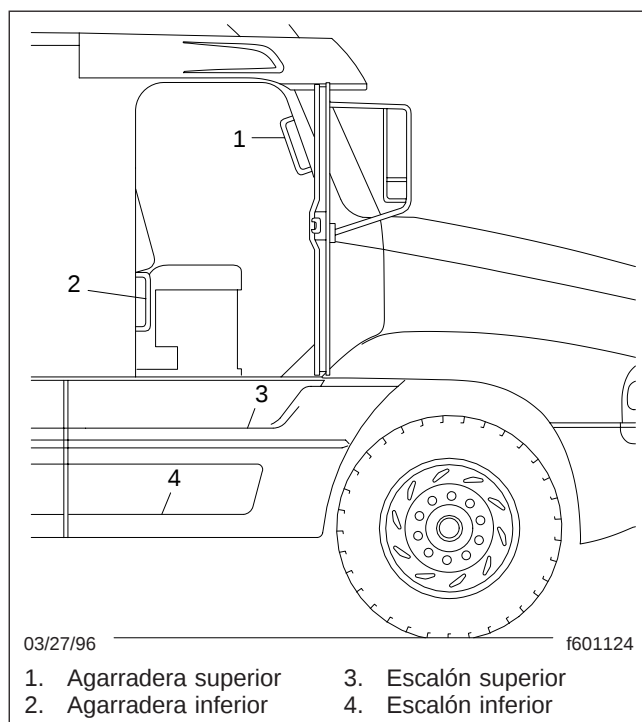

Figura 3.4, Peldaños laterales y agarraderas del lado del pasajero
Cómo entrar por el lado del pasajero (Figura 3.4)
3. Sujete la agarradera en la puerta **Figura 3.4** con la mano derecha.
(Figura 3.4)